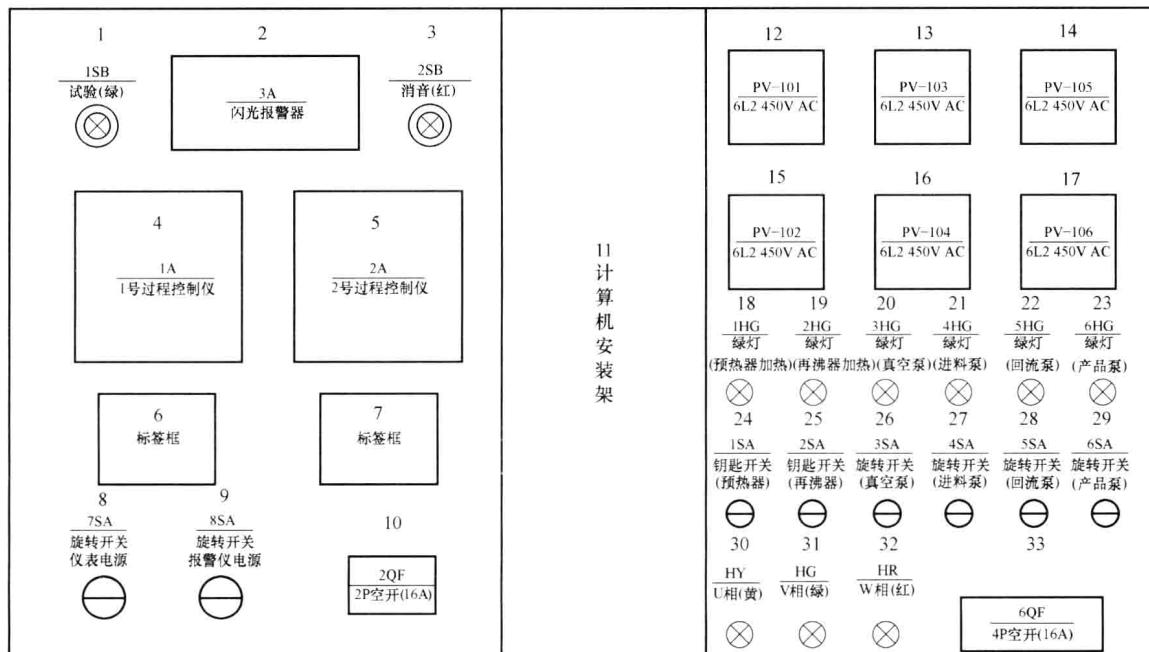

图 1-4 控制台面板示意图
3. 观察精馏生产装置的控制面板,对照控制面板示意图 1-4,完成控制面板对照表。
通过到生产现场观察精馏生产装置,了解精馏装置的主要构成,及各主要设备的作用。观察精馏装置的控制台,熟悉控制面板的仪表、按钮及指示灯的功能,如图 1-4 所示。